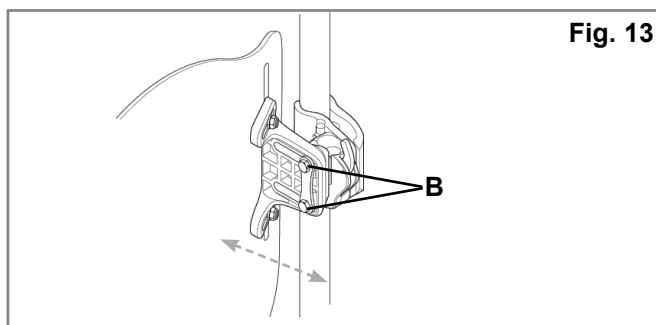

Fig. 13
- Før å justere dybden og vinkelen på J3-ryggen, løsner du på de høyre og venstre mutrene (Fig. 13-B) i sporet på braketten.
- Juster dybden og/eller vinkelen, og stram mutrene forsvarlig til. Det anbefalte dreiemomentet er 11,3 - 12,4 Nm. Forsikre deg om at ingen av dybdejusteringsmutrene (Fig. 13-B) kan skli eller rotere.